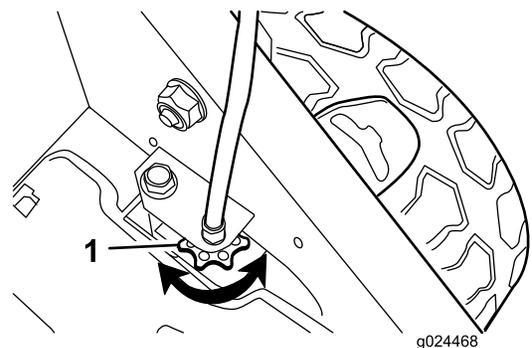

Figura 19
- Si las ruedas no giran al apretar la barra de autopropulsión, la correa de transmisión está demasiado floja. Gire el mando de control de la transmisión de las ruedas (Figura 19) una vuelta en sentido horario y repita los pasos 3 a 5.
- Si las ruedas giran antes de apretar del todo la barra de autopropulsión, la correa de transmisión está demasiado apretada. Gire el mando de control de la transmisión de las ruedas (Figura 19) una vuelta en sentido antihorario y repita los pasos 3 a 5.